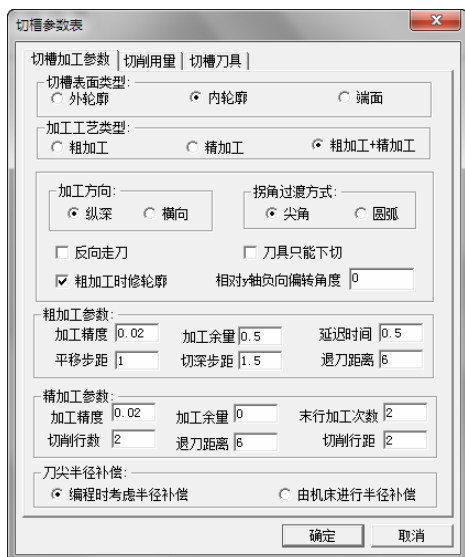

图 4-204 切槽加工参数设定
1) 单击“切槽加工参数”选项卡,切槽表面类型:内轮廓;加工工艺类型:粗加工+精加工;加工方向:纵深,其他参数如图 4-204 所示。